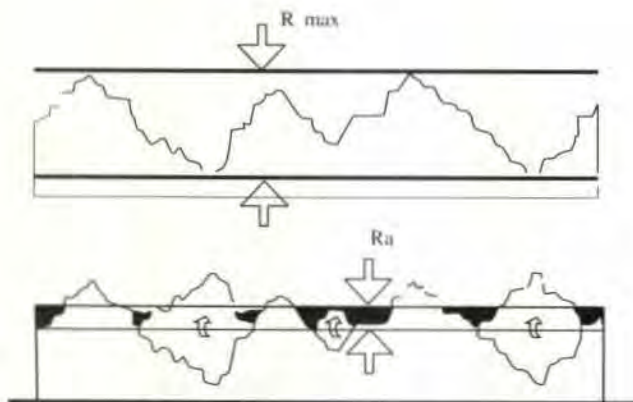

Figura 6. Rugosidad
- Rugosidad a R_a : que nos da el valor medio aritmético de la medida (Figura 6).